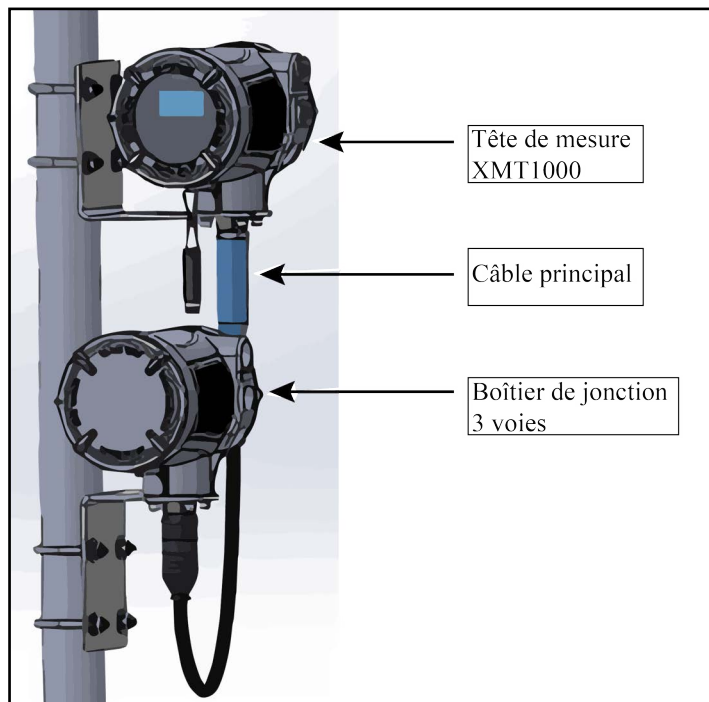

Figure 29 : Positionnement du câble principal XMT1000
1. Passez l'extrémité MCX du câble principal à 6 conducteurs dans la tête de mesure XMT1000 et l'extrémité BNC du câble dans le boîtier de jonction 3 voies, comme indiqué dans la Figure 29.